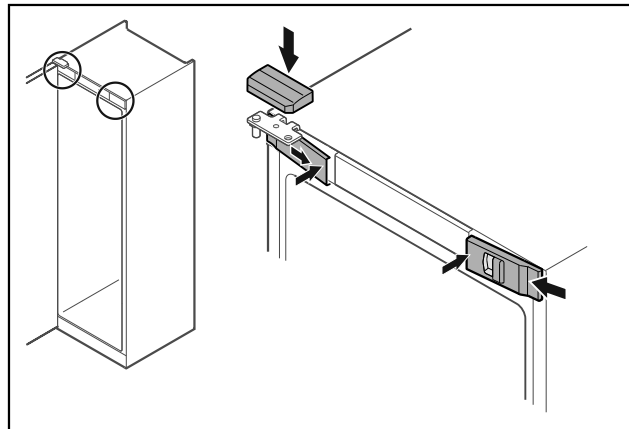

Fig. 50
- ▶ Αναρτήστε τα μπροστινά καλύμματα Fig. 50 (1) στο πλάι και κουμπώστε τα εσωτερικά.
- ▶ Κουμπώστε το επάνω κάλυμμα Fig. 50 (2) από πάνω.